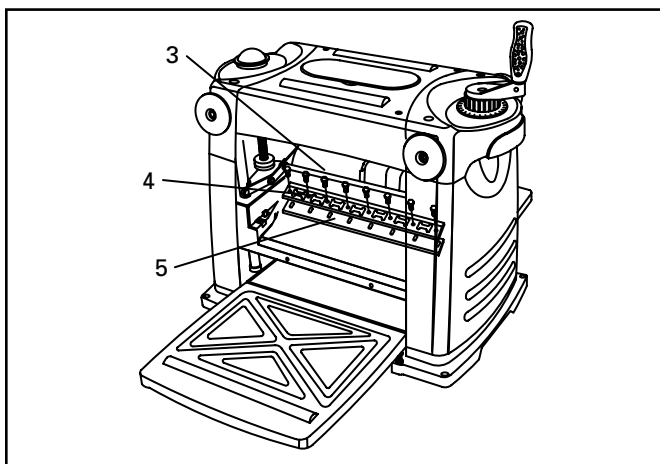

Fig. 15
4. Extraiga los ocho pernos de cabeza hexagonal (3) con la llave suministrada (Fig. 15).
5. Extraiga con cuidado la placa de fijación (4) levantándola recta hacia arriba (Fig. 15).
6. Extraiga con cuidado la hoja (5) levantando los dos extremos rectos hacia arriba (Fig. 15).
7. La hoja tiene dos bordes cortantes. Si desea usar el otro lado de la hoja o cambiar la hoja, coloque la hoja en el cabezal de corte colocando los dos orificios ranurados de la hoja sobre las patillas de localización del cabezal de corte (Fig. 15).